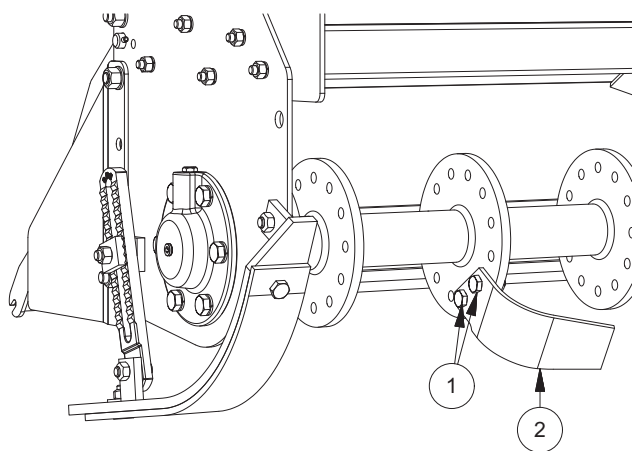

FIG. 18
- Svitare i due bulloni (1, “Fig. 18”).
- Sfilare l’utensile (2).